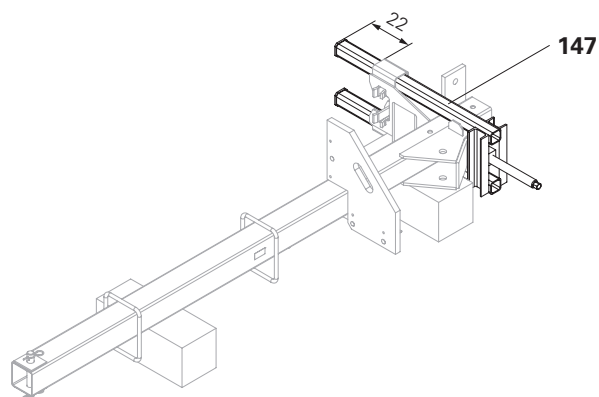

Fig. B9.04
- Allungare la guida (**147**) di 22 cm. Ciò facilita l'installazione del puntone verticale. (Fig. B9.04)